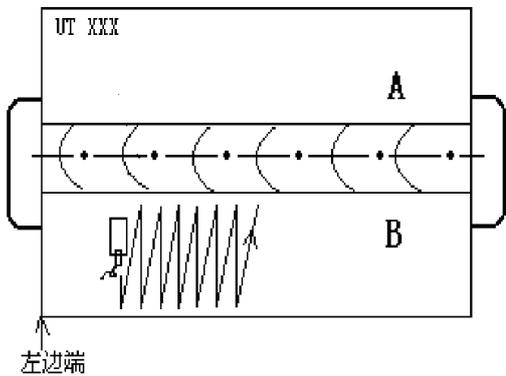

图 4
1) 按照前面所述调试方法，制作完 DAC 曲线后，将探头放置在待测工件上如图 4 进行锯齿型扫查。